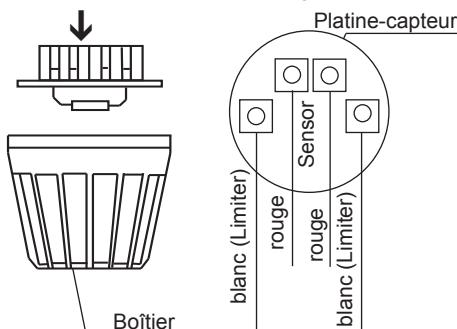

Fig. 10
4. Raccordez les fils du thermostat-limiteur (blancs) et ceux du capteur thermométrique (rouges) à la platine-capteur, conformément à la figure 10. Ensuite, faites encrancer la platine-capteur dans le boîtier